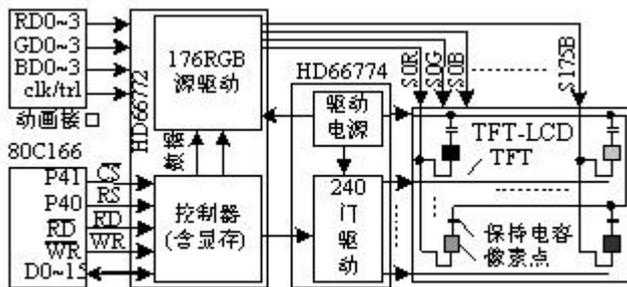

图6 真彩点阵型LCD控制驱动及其接口
驱动器接收显示数据驱动LCD列显示，也称为数据驱动器(data driver)，栅极驱动器控制逐行扫描。Hitachi的HD66772系列真彩LCD控制驱动器，是嵌入式人机界面设计中表现丰富多彩世界的理想选择，可以实现176RGB×240点218色高速动画TFT点阵显示。该系列器件包括HD66772、HD66774、HD66775和HD667P01。HD66772是内嵌95KB显存的控制器与176RGB段的源极驱动器，HD66774是内含驱动电源的240行栅极驱动器，HD66775仅是120行栅极驱动器，HD667P01是驱动电源器件，HD66772具有与80XX MCU直接连接的8/16位PPI接口、6/16/18位动画接口和同步串行接口。使用HD66772系列器件，控制驱动176RGB×240点TFT型LCD真彩显示，有两种方案：①1片HD66772+1片HD66774；②1片HD66772+2片HD66775+1片HD667P01。前者结构紧凑，后者比较经济。图6给出了前一方案的LCD控制驱动连接与16位MCU接口的框图。